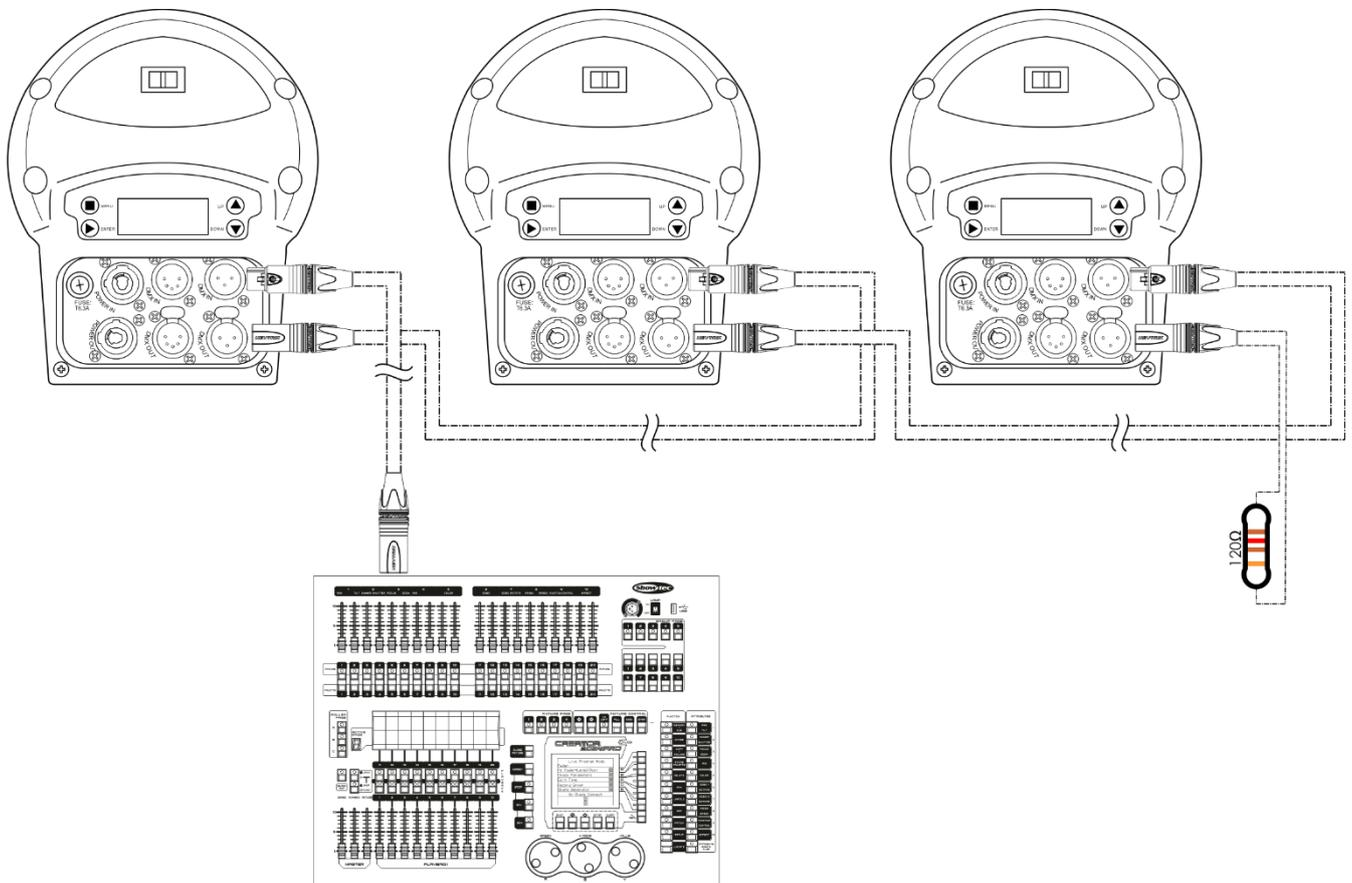

Fig. 12
- 04) Conecte las unidades entre ellas como se indica en la Fig. 12. Conecte un cable de señal DMX que vaya desde el conector DMX OUT (salida) de la primera unidad al conector DMX IN (entrada) de la segunda unidad. Repita este proceso para interconectar las unidades segunda, tercera y cuarta.